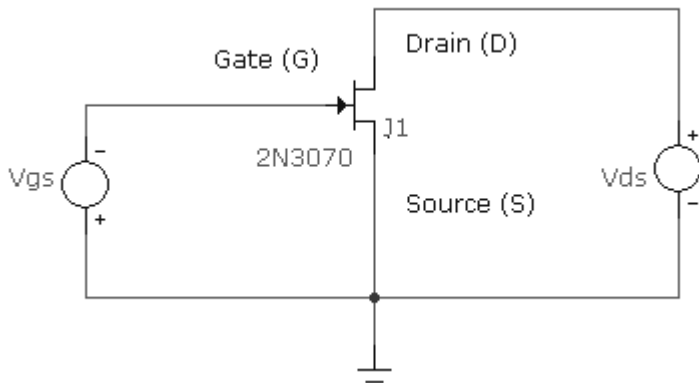

Рис. 3.5 Схема для снятия статических характеристик транзистора
3.2.2 Составить схему для снятия статических характеристик, согласно показанной на рис. 3.5. В зависимости от номера бригады по указанию преподавателя использовать следующие транзисторы:
Выбрать пункт меню «Анализ → Анализ по постоянному току». Установить в качестве первой переменной источник напряжения затвор-исток (на рис. 3.5 Vgs), закон изменения переменной – линейный (Linear). Установить в качестве второй переменной источник напряжения сток-исток (на рис. 3.5 Vds), закон изменения переменной – линейный (Linear), как показано на рис. 3.6. Установить автомасштабирование.
Выбрать пункт меню «Анализ → Анализ по постоянному току». Установить в качестве первой переменной источник напряжения сток-исток (на рис. 3.5  $V_{ds}$ ), закон изменения переменной – линейный (Linear). Установить в качестве второй переменной источник напряжения затвор-исток (на рис. 3.5  $V_{gs}$ ), закон изменения переменной – линейный (Linear), как показано на рис. 3.7. Установить автомасштабирование графиков.